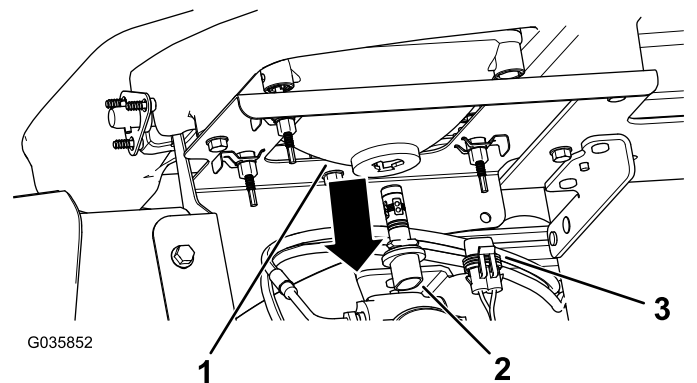

图 42
3. 从大灯外壳后面灯总成的接头断开线束的电气接头 图 42。
4. 将灯总成逆时针旋转 ¼ 圈然后向后移动移出大灯外壳 图 42。
5. 插入新灯总成和大灯外壳将灯总成上的标签与大灯外壳中的槽对齐 图 42。
6. 将灯总成顺时针旋转 ¼ 圈进行固定 图 42。
7. 将线束的电气接头与新灯总成的接头连接 图 42。